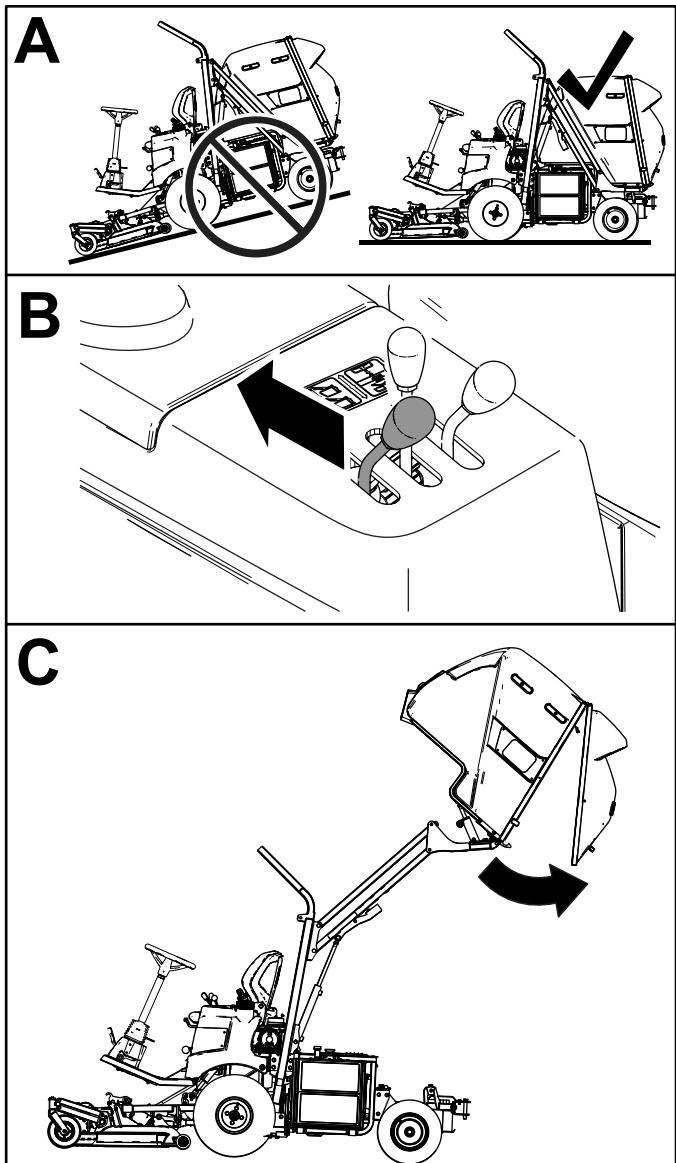

Figura 25
2. Desloque a alavanca de descarga da tremonha para trás para despejar as aparas da tremonha (Figura 25).